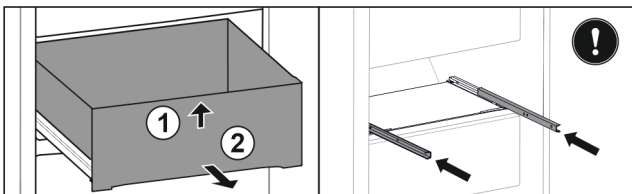

Fig. 134
- ▶ Lade aan de voorkant optillen. Fig. 134 (1)
- ▶ Lade naar voren toe verwijderen. Fig. 134 (2)